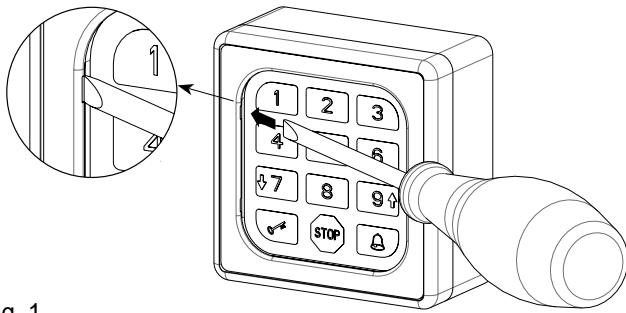
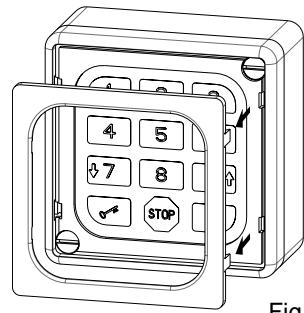

Fig. 1
Fig. 2
- Enlever, avec l'aide d'un tournevis (voir fig. 1), le couvercle de protection des vis (fig. 2) ;
- Saque, ayudándose con un destornillador (véase fig. 1), la tapadera que cubre los tornillos (fig. 2);